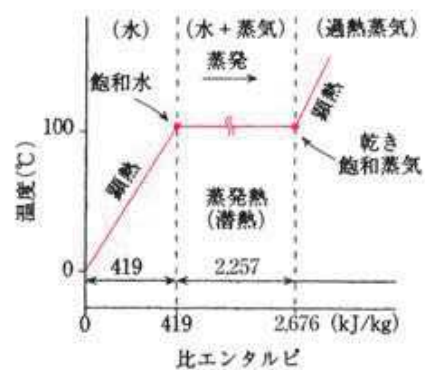

図1 標準大気圧における水の状態変化
- (1) 物体に熱を加えると、その熱が物体の温度上昇に費やされる場合、この熱量を顕熱といい、物体の状態変化に費やされる場合、この熱量を蒸発熱（潜熱）という。この状態変化時の水の温度は一定である。そして、飽和蒸気の比エンタルピは、飽和水の顕熱に蒸発熱（潜熱）を加えた値である（図1）。
- (2) 図1に示すように、乾き飽和蒸気を更に加熱すると蒸気の温度は上昇する。